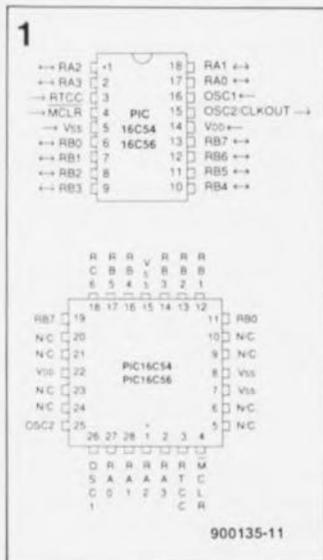
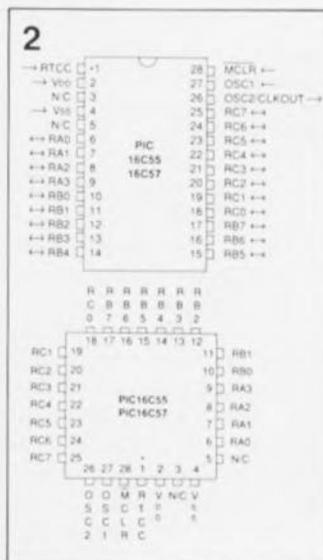

Figure 1. Brochage des PIC16C54 et 16C56.
Figure 2. Brochage des PIC16C55 et 16C57.
la figure 1; ces PIC 16C5x existent en deux versions: une version à fenêtre pour les essais de fonctionnement préliminaires et une version DIL à 18 (28) broches pour le composant définitif dont l'EPROM sera programmée une fois pour toutes (OTP = *One-Time Programmable Device*). Il existe quatre versions de chacun de ces circuits: RC = oscillateur à réseau RC, XT = à quartz, 0,4 à 4 MHz, HS = à quartz 4 à 8 MHz et LP = à quartz et oscillateur 32 kHz. Pour être complets, nous vous proposons également, en figure 2, le brochage des 16C55 et 16C57, composants qui apparaîtront plus tard sur le marché.
Il va sans dire que le démodulateur de son autonome dont on retrouve le schéma en figure 2 se situe techniquement un cran au-dessus des kits d'adaptation évoqués plus haut. Cette approche associe de nombreux avantages: simplicité, économie et disponibilité des composants. Ce montage a en outre la caractéristique d'être connecté comme un dispositif externe, de sorte que vous n'aurez pas à ouvrir votre récepteur (à condition cependant qu'il comporte une embase sub D standard à 15 broches).
décrit dans cet article a été conçu pour traiter les sous-porteuses FM à large bande et fournir une désaccentuation correcte. On obtient ainsi un canal de son dont la limpidité le dispute à l'absence de distorsion. L'examen du schéma de la figure 2 montre que l'on se trouve en fait en présence de l'une des applications standard d'un circuit vieux de près de 20 ans, le TBA120S, un démodulateur FM. Le signal de bande de base est appliqué à ce composant à travers le bobinage HF L1. Le détecteur de quadrature intégré dans le TBA120S est accordé sur 6,60 MHz (ou encore sur 6,65 MHz) à l'aide de la combinaison L2/C6. La résistance R4 définit le volume de sortie et le condensateur C5 la caractéristique de désaccentuation. Un tampon couplé en continu, T1, transmet le signal démodulé au récepteur.